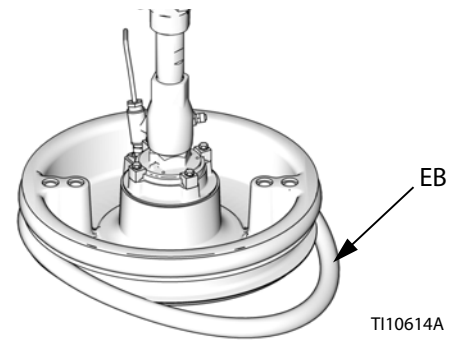

Рис. 20
- Поднимите снизу край одного скребка (ЕВ) над задней частью прижимной плиты. См. Рис. 20.